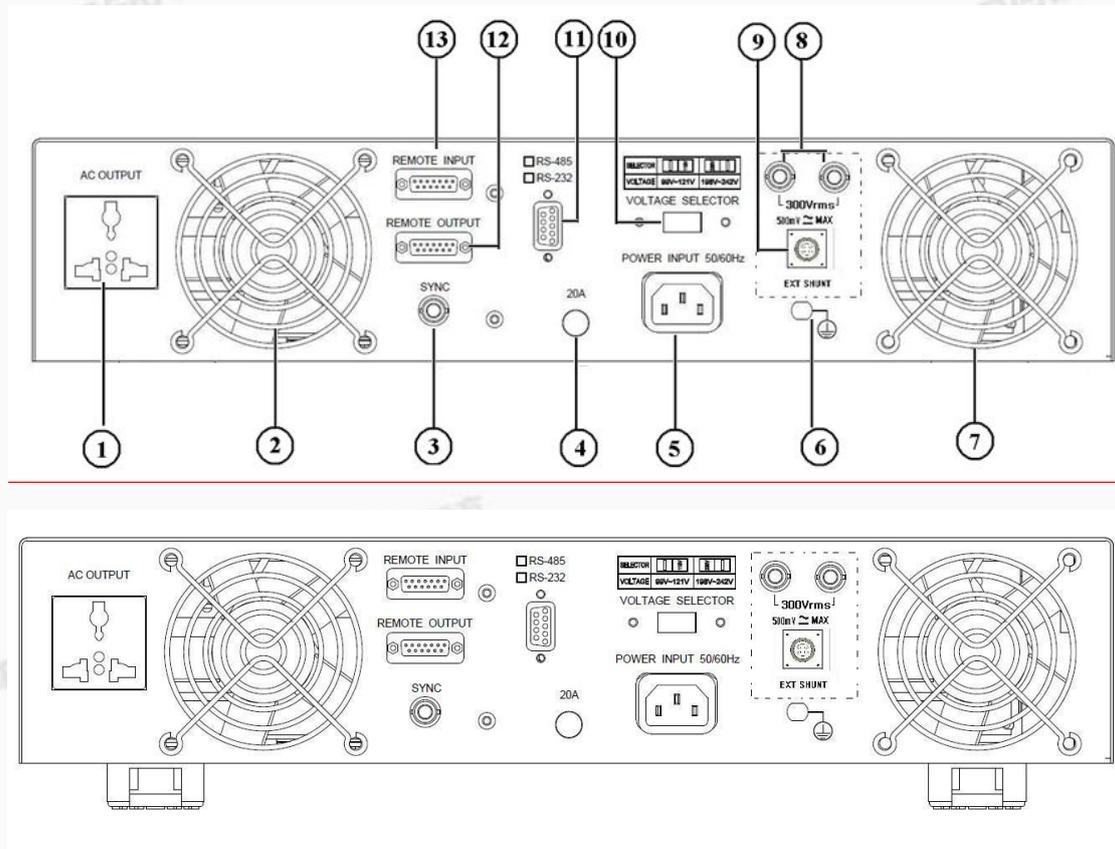

图 4.2 PPS1010 后面板示意图
将自动转台的接地端子(图 4.2 中的⑥)接大地，以保护设备和操作人员的安全。
将系统所配的电源线阴插一头插入仪器后面板的“电源输入”（图 4.2 中的⑤)接口处内。仪器使用的额定电压为  $110V \pm 11V$  或  $220V \pm 22V$ ，确保供电电源在本仪器的额定电压范围内并确保后面板的电源选择器开关打在正确的位置。